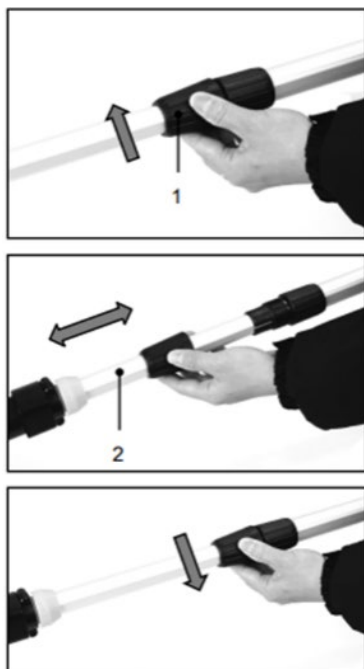

Рисунок 4. Схема регулювання довжини телескопічної опори.
1. Послабити цанговий фіксатор (1, рис. 4), обертанням проти годинникової стрілки.
2. Відрегулювати довжину телескопічного подовжувача для комфортної роботи з виробом, (2, рис. 4).